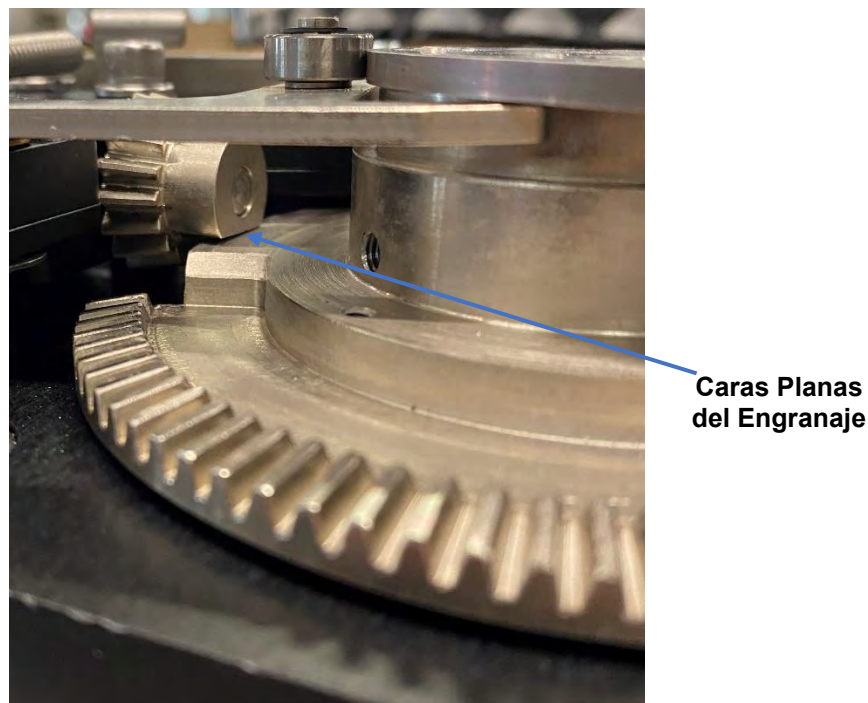

Figura 4.4.1 Engranaje de Impulsión Principal y Caras Planas del Piñón
(Consulte la Figura 4.4.1)
3. Una vez que el engranaje de impulsión esté instalado en el eje del motor con la chaveta y los tornillos de fijación, use una galga o calibrador de 0.010" para establecer la distancia entre el engranaje de impulsión y las caras planas del engranaje de piñón. Vea la Figura 4.4.1.